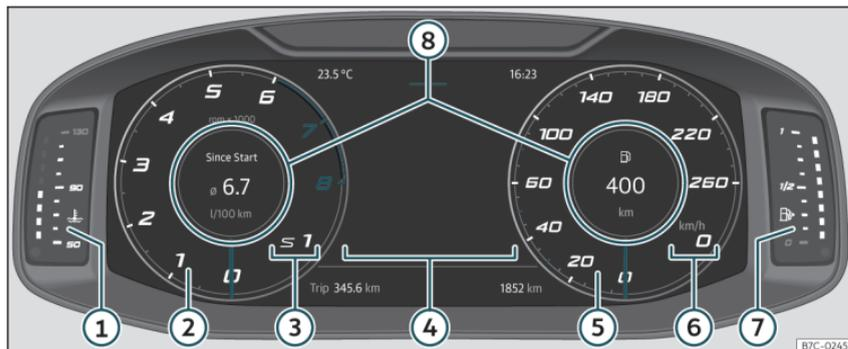

Fig. 57 Digital Cockpit nella plancia (visualizzazione classica).
Nella visualizzazione **Classica** e **Navigazione** è possibile personalizzare le informazioni visualizzate in **Profili informativi**»» **fig. 57** ⑧.
Le lancette del numero di giri e del tachimetro compaiono a lunghezza intera»» **fig. 57**.